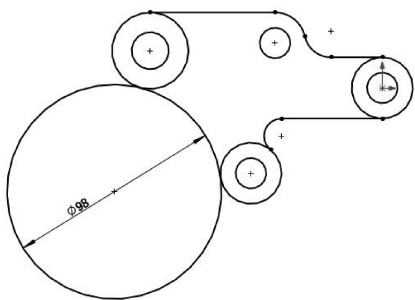

图 2-24 尺寸约束周边圆
- 12 对绘制的周边圆应用尺寸约束，如图 2-24 所示。